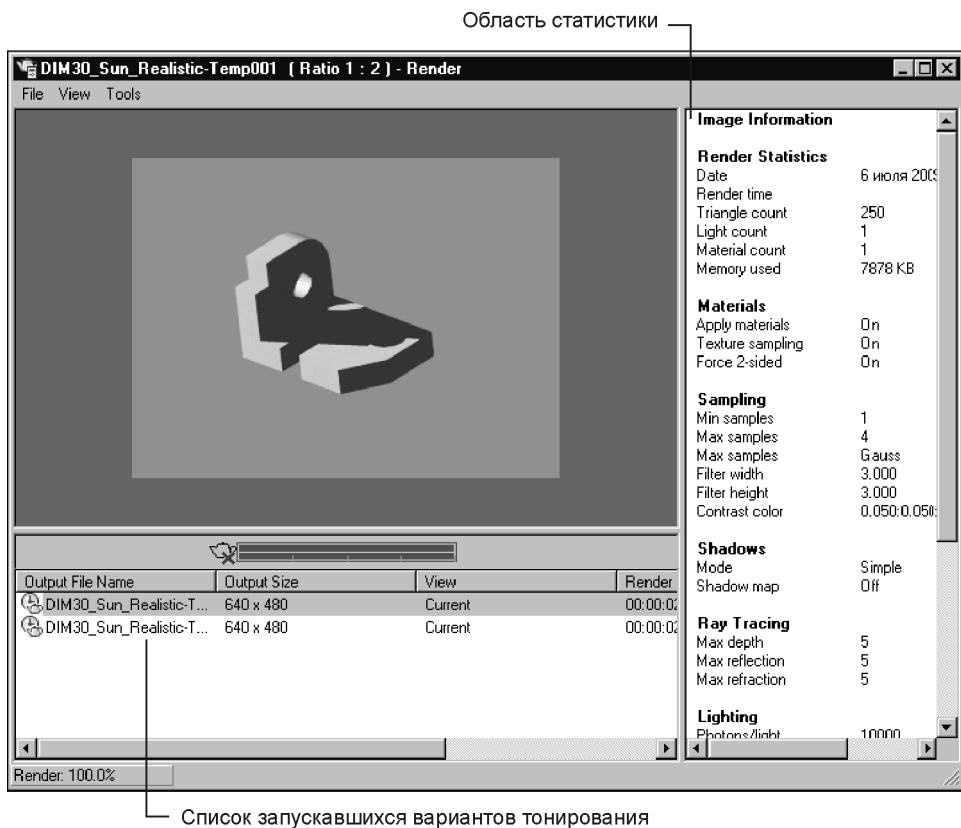

Рис. 14.8. Окно тонирования **Render** после завершения процесса тонирования модели
7. Появится окно тонирования **Render** (Тонирование) (рис. 14.8), в котором будет отражаться сам процесс тонирования модели вплоть до его завершения.